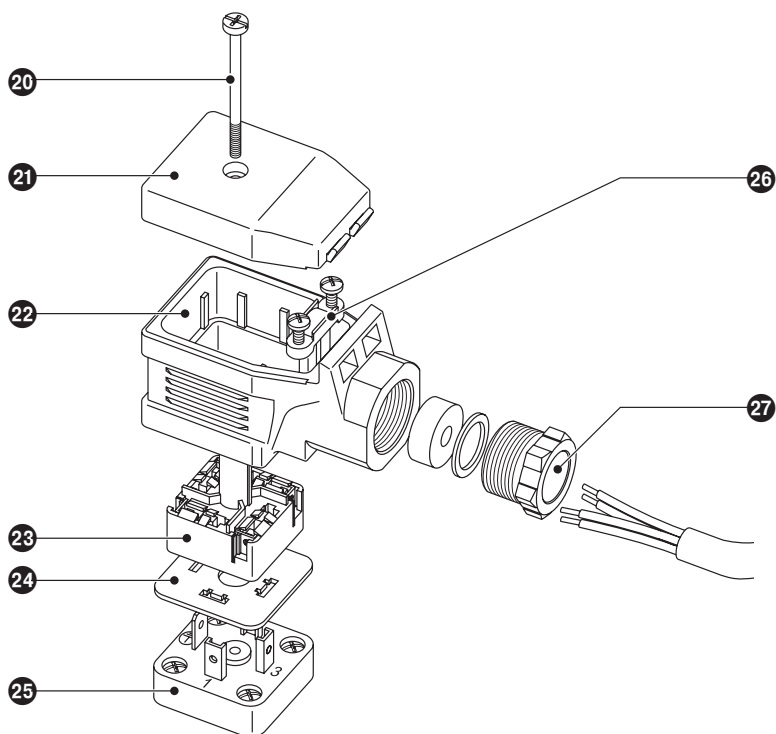

Fig. 7
1. Undo screw **20**. **Fig. 7**